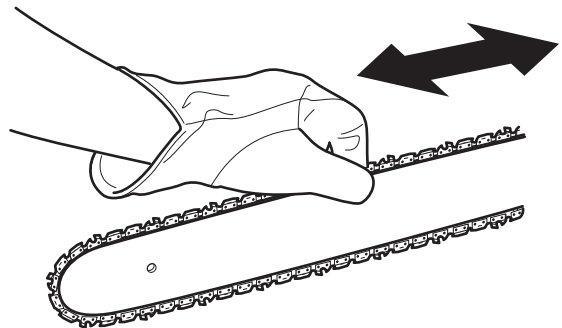

Fig. 28
4. Continuez à tenir l'extrémité du guide-chaîne vers le haut et déplacez la chaîne le long du guide-chaîne dans un mouvement de va-et-vient (Fig. 28). Assurez-vous que la chaîne se déplace librement et qu'elle s'engrène correctement avec le pignon. Si la chaîne ne bouge pas facilement, tournez lentement la vis du tendeur de la chaîne dans le sens antihoraire pour la desserrer.